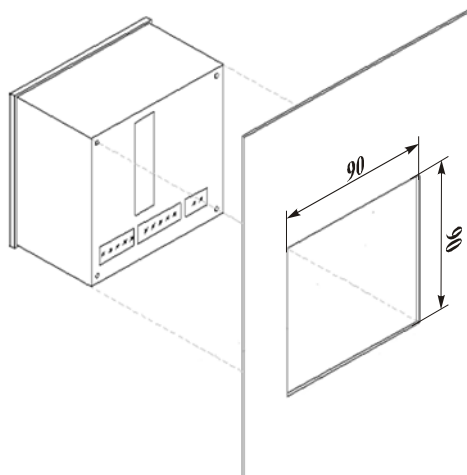

Рис. 1
1. Выберите место на лицевой панели щита для установки прибора. Вырежьте в панели квадратное отверстие размером 90×90 мм для установки прибора (**рис. 1**).